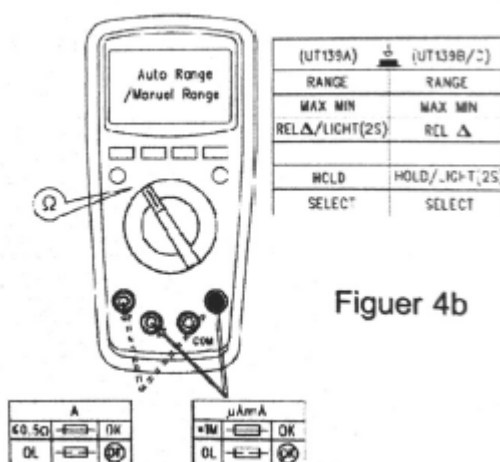

Figure 4b
- ❖ Используя функцию измерения сопротивления, можно выполнить проверку встроенного предохранителя, смотрите Figure 4b.